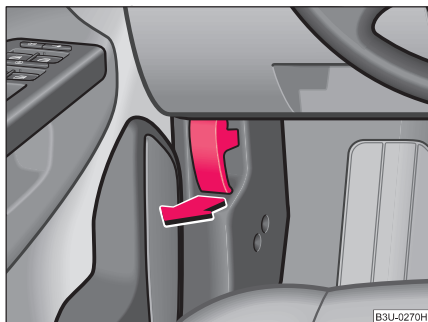

Fig. 153 Maneta de deschidere a capotei compartimentului motor
- Trageți maneta de deschidere de sub bord, pe partea conducătorului auto ⇒ Fig. 153.